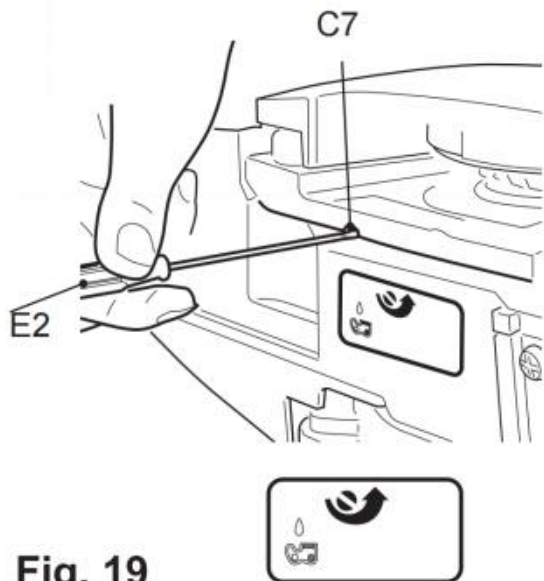

Fig. 19
- 4) Gire el tornillo de ajuste (C7) del engrasador en la parte inferior del producto para ajustar el flujo de aceite de la cadena con la herramienta múltiple (E2) (Fig. 19).